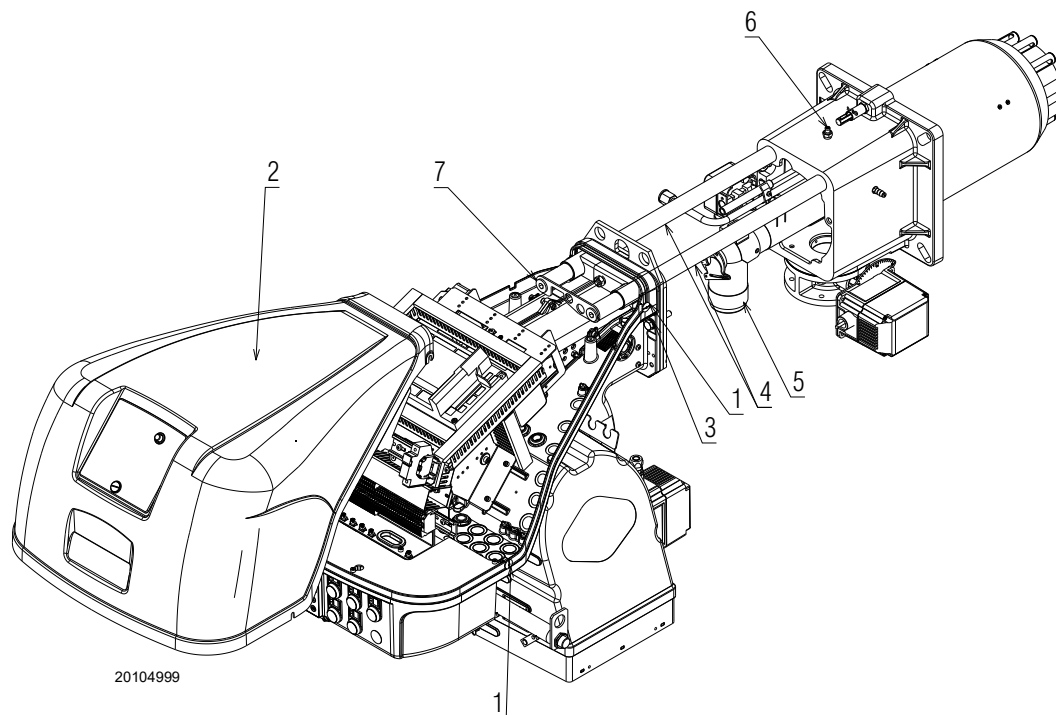

Fig. 34
- Desserrer les 4 vis 1)(Fig. 34) et déposer le capot 2) ;
- remettre les vis 3)(Fig. 34) et tirer délicatement vers l'extérieur les câbles de sonde et d'électrode, jusqu'à les mettre légèrement sous tension ;